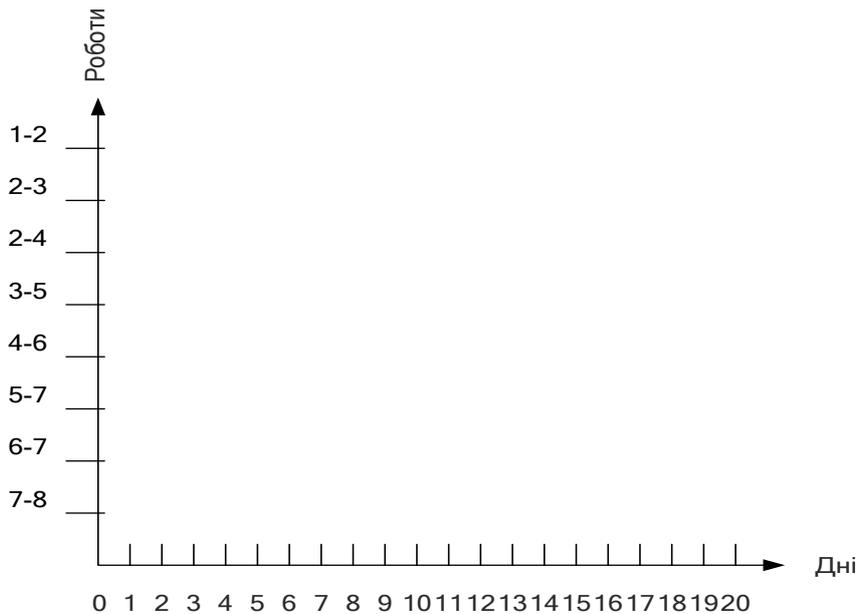

Рис. 1.31. Система координат для діаграми Гантта
1. Побудуємо систему координат. По осі x відобразимо шкалу часу в днях, по осі y – коди робіт. У нашому завданні потрібно виконати 8 робіт. Тому по осі y відкладемо 8 ділень. Враховуючи, що критичний шлях дорівнює 20 – на осі x відкладемо 20 ділень (рис. 1.31).